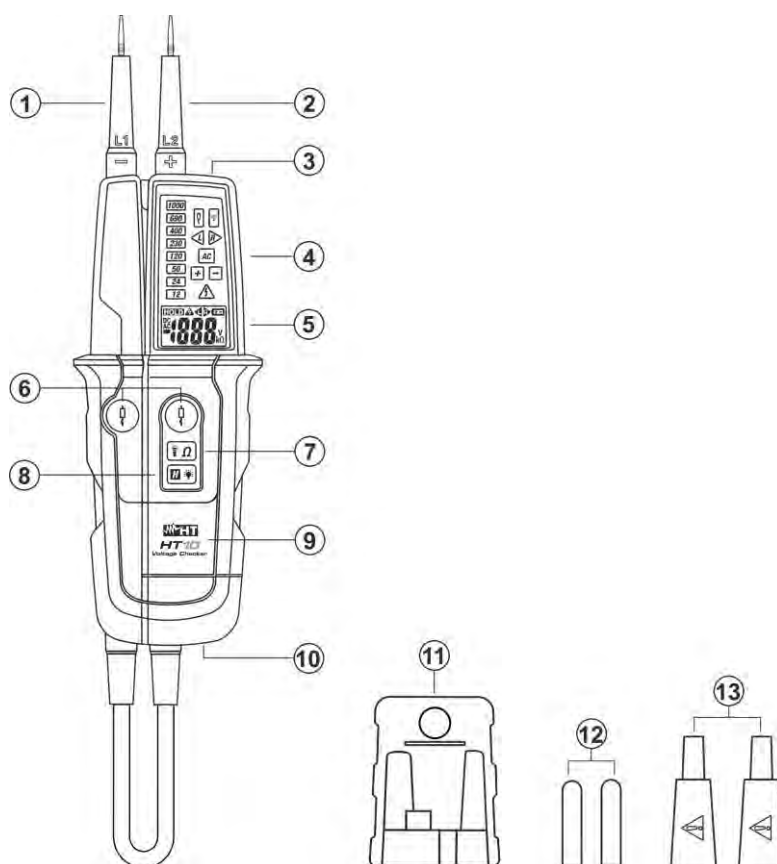

Fig. 1: Description de l'instrument
4. **Appuyer les deux touches en même temps (voir Fig. 1 – partie 6). La tension réelle présente est affichée avec allumage des LED rouges et à l'écran. Le symbole CA et la LED de mesure avec faible impédance (voir Fig. 2 – partie 2) sont affichés**